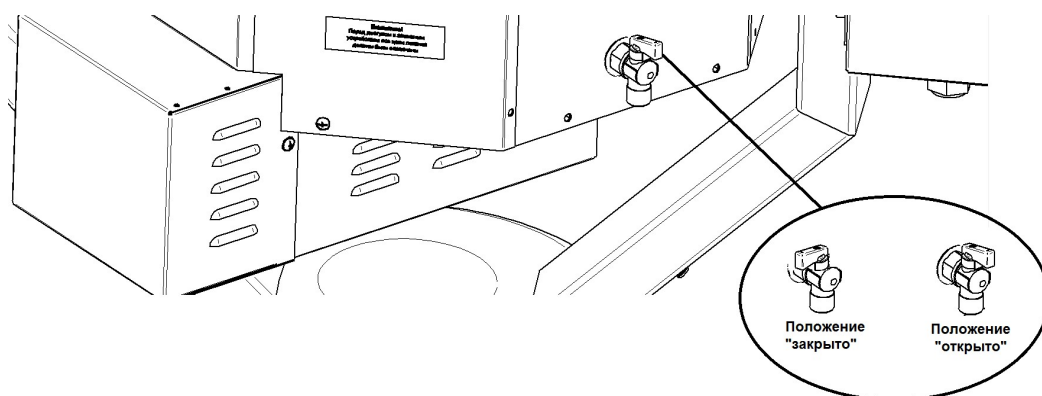
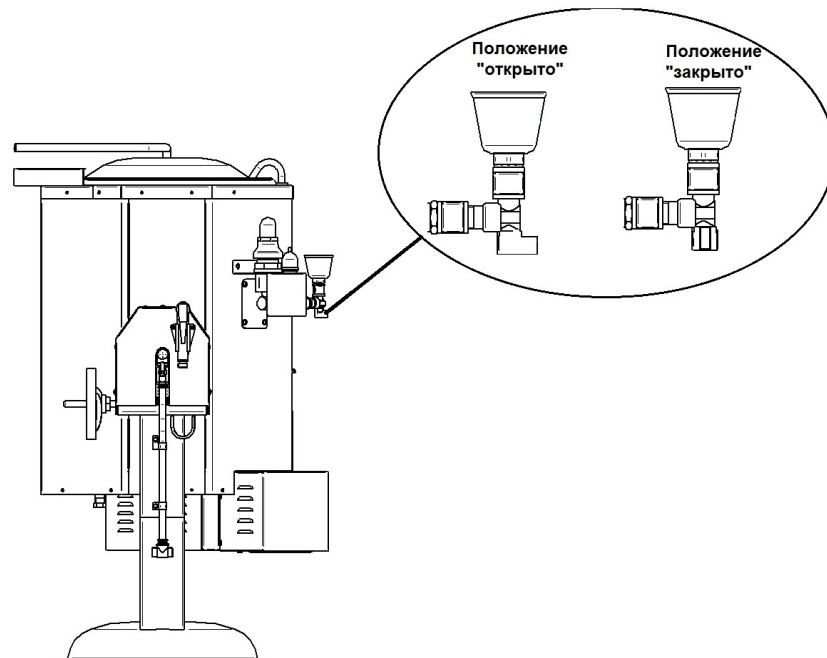

Рис. 6 Положение крана контроля уровня воды «рубашки»
Рис. 7 Положение крана заливной воронки
Установить кран контроля уровня воды «рубашки» в положение «открыто» (см. рис. 6);
Установить кран заливной воронки в положение «открыто» (см. рис. 7).
- ручку крана из положения рис. 6 поз. 1 перевести в положение рис. 7 поз 1;
- фиксатор крана рис. 7 поз. 2 вытянув в сторону до упора. Одновременно вытянуть механизм крана наверх;